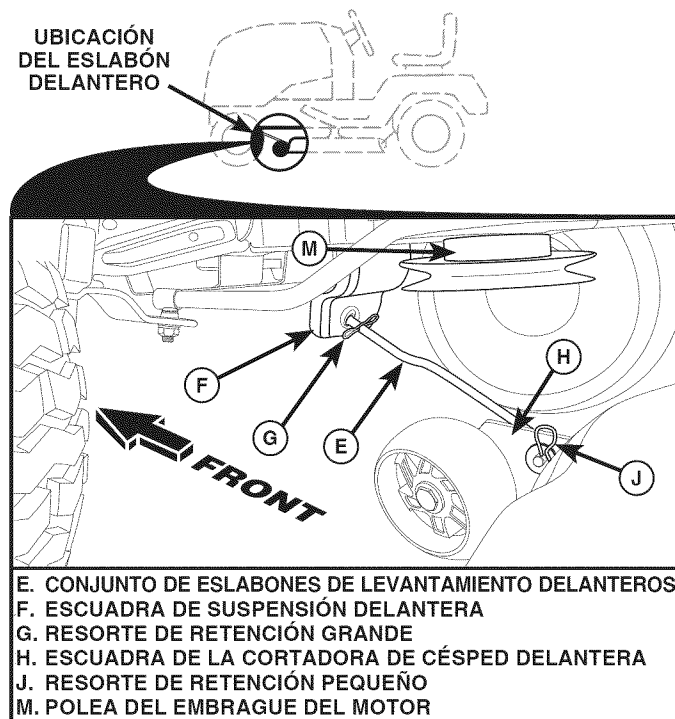

Fig. 38
## 8. INSTALE EL ESLABÓN DELANTERO (E) (Vea Fig. 38)
- Desde la parte delantera del tractor, inserte el extremo de varilla del eslabón delantero (E) a través del agujero delantero de la escuadra de suspensión delantera del tractor (F).
- Muévase hasta el lado izquierdo de la cortadora e inserte un resorte de retención grande (G) a través del agujero del eslabón delantero (E) detrás de la escuadra de suspensión delantera (F).
- Inserte el otro extremo del eslabón (E) en el agujero de la escuadra derecha de la cortadora de césped (H) y asegure con una arandela y un resorte de retención pequeño (J).